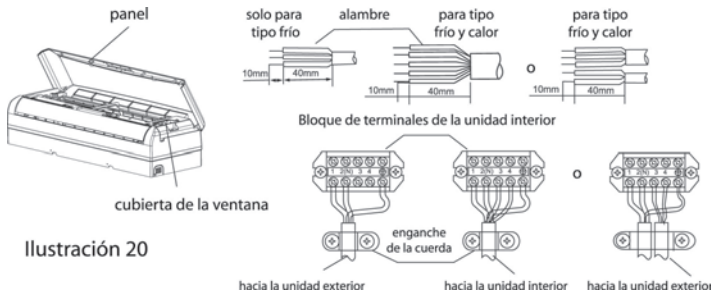

Ilustración 20
1. Levantar el panel de la unidad interior y retirar el tornillo, luego quitar la cubierta plástica. (Ilustración 20)